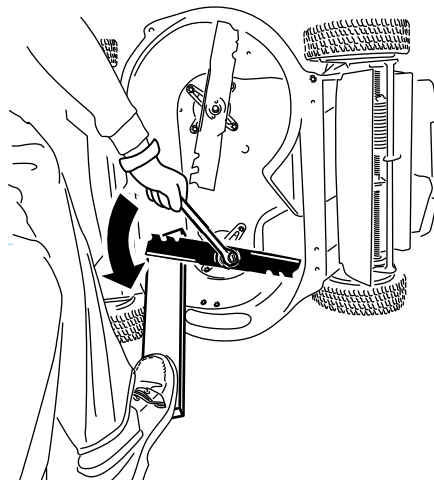

Figure 29
1. Servez-vous d'une cale en bois pour immobiliser chaque lame et dévissez le boulon de lame, comme montré à la Figure 29.